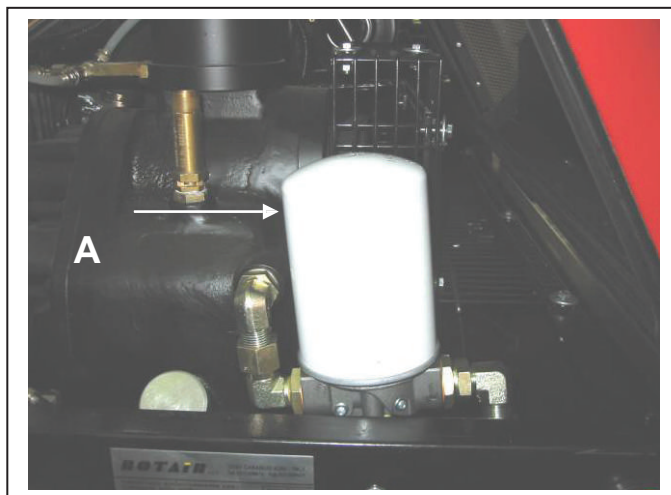

FIG. 19
-- 10.9) ÎNLOCUIRE FILTRU ULEI COMPRESOR (Fig. 19 --
- 4) Deșurubați și înlocuiți cartușul filtrului de ulei (fig. 19, partea A);